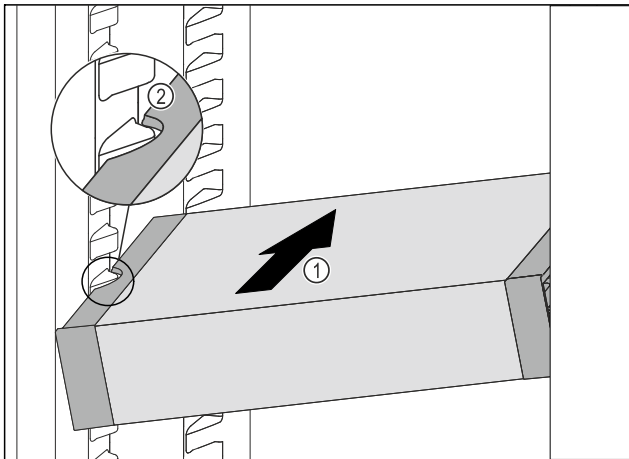

Fig. 161
- ▶ Вставити висувний ящик VarioSafe під кутом в охолоджувальне відділення Fig. 161 (1), доки бокові поглиблення Fig. 161 (2) VarioSafe не будуть розташовуватися на рівні ребра для ємності в охолоджувальному відділенні.